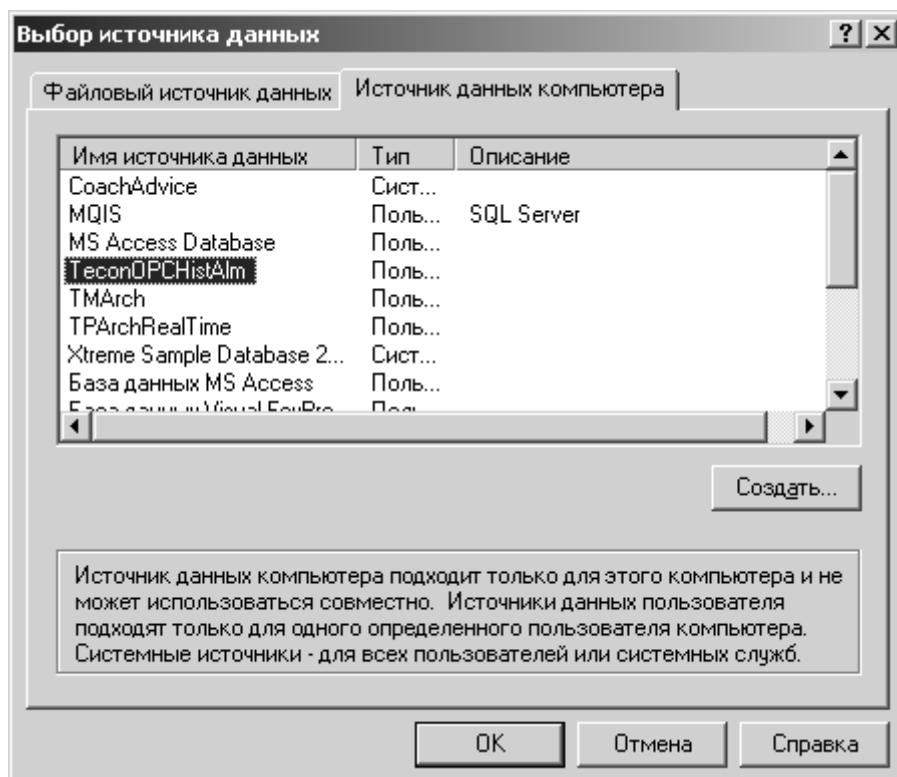

Рисунок 4.56 - Выбор базы данных
- а) нужно выбрать базу данных, в которую будут сохраняться аварии. После нажатия на кнопку «**Выбрать базу...**» появится окно выбора базы данных (Рисунок 4.56). Нужно выбрать базу и нажать на кнопку «**OK**»;